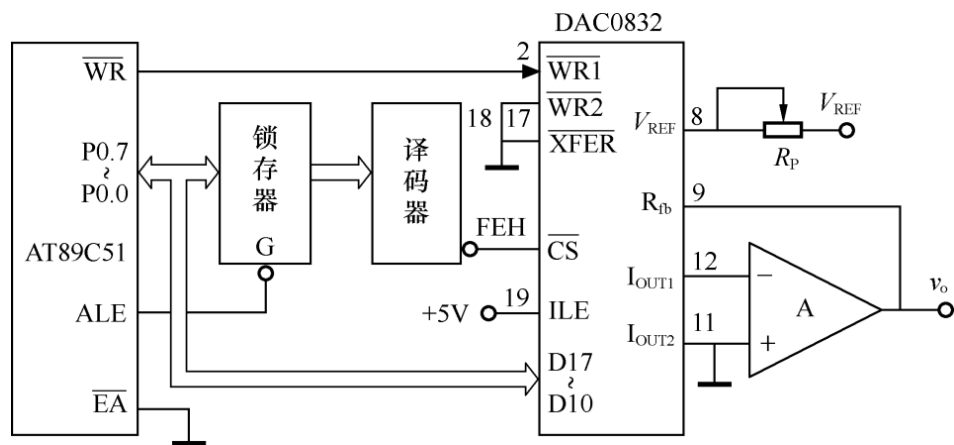

图 11.1 单片机与 DA 转换器接口电路
1. 单缓冲方式下单片机与 DAC0832 的接口图如图 11.1 所示。分别写出产生锯齿波、三角波和矩形波的程序。